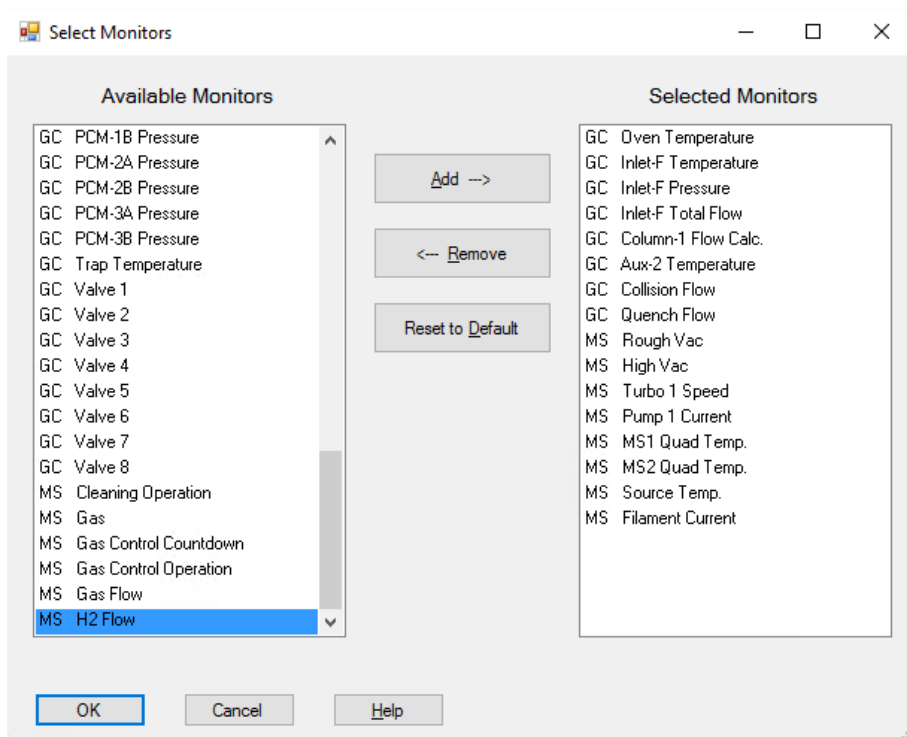

Figure 26. Boîte de dialogue Select Monitors (Sélectionner les moniteurs)
- 1 Sélectionnez **Instrument > Edit Monitors** (Instrument > Modifier moniteurs) pour afficher la boîte de dialogue **Select Monitors** (Sélectionner moniteurs). (Voir Figure 26.)